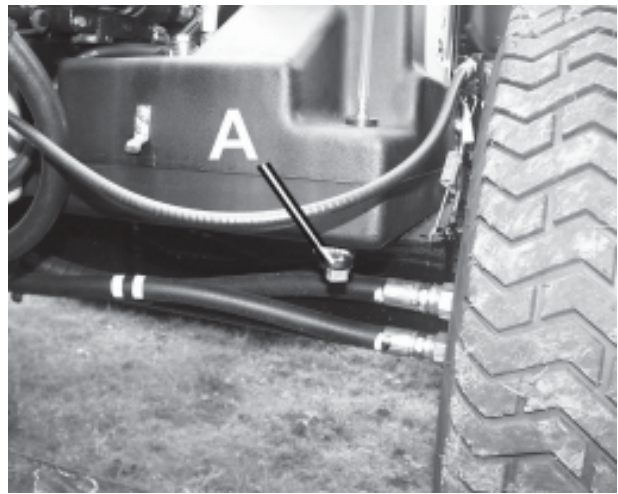

Abb. 4
1. Die Ablassschraube aus dem Boden des Hydraulikbehälters ziehen und abwischen (A, Abb. 4).